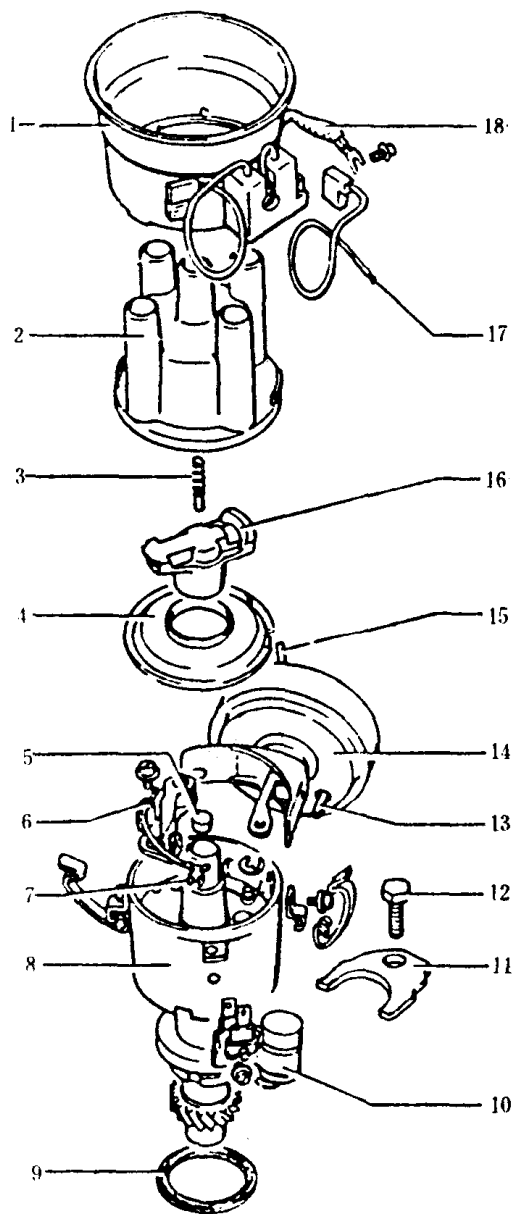
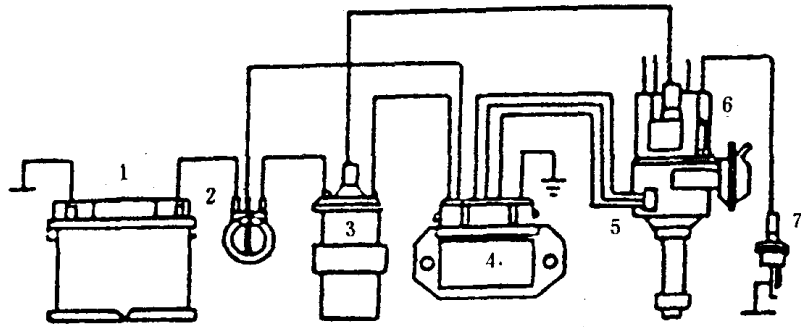

图 1-1 触点式点火系统分电器结构
图 1-2 霍尔式电子点火系统示意图
1. 上海桑塔纳轿车采用的点火系统有普通型触点式点火系统与霍尔式无触点电子点火系统之分。1983年首批进口YP型发动机组装的轿车和1985年12月以前进口JV型发动机组装的轿车,采用了触点式点火系统,1985年12月以后生产的轿车(发动机为JV型)采用了霍尔式电子点火系统。触点式点火系统与其它车型采用的普通型触点式点火系统大致相同,其分电器结构如图1-1所示。霍尔式电子点火系统示意图见图1-2。